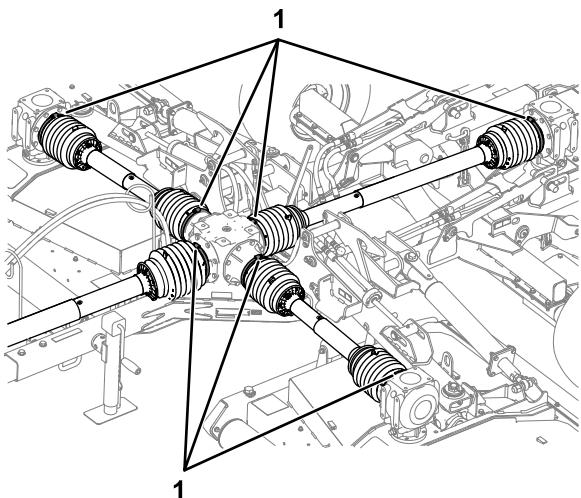

Bild 22
7. Überprüfen Sie, ob die sieben Schlauchklemmen die Schutzabdeckungen der Antriebswelle fest am mittleren Getriebe und denen der Mähwerke befestigt sind (Bild 22).